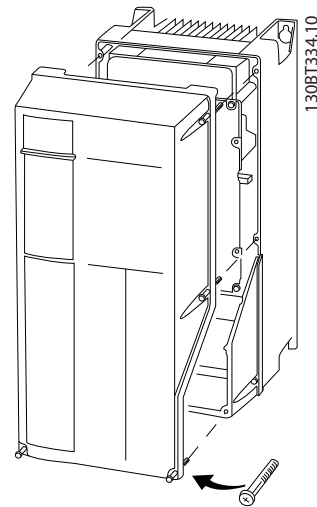

Рисунок 2.18 Доступ к подключению элементов управления в корпусах А4, А5, В1, В2, С1 и С2
- Или снимите переднюю крышку, ослабив крепежные винты. См. Рисунок 2.18.